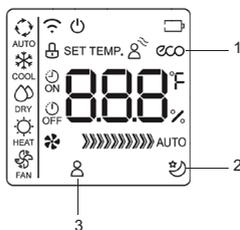

fig. 6 -
- Funcionamiento "ECO"** (part.1 "fig. 6 -") (la pantalla de la unidad de interior lee "E - C - OR" con las letras que aparecen uno tras otro, seguido de una indicación de la temperatura fijada). La función de "ahorro de energía" se activa exclusivamente en un funcionamiento fresco, pulsando el botón "ECO". Si la temperatura del punto de ajuste es inferior a 24 ° C, de activar el modo "ECO" el punto de ajuste de temperatura se cambia automáticamente a 24 ° C y la velocidad del flujo del ventilador a "Auto" para ahorrar energía. Si la temperatura del punto de consigna es mayor que 24 ° C, de activar el modo "ECO" el punto de referencia de temperatura no se cambia y la velocidad del ventilador se desplaza a "Auto". Para salir del modo de funcionamiento "ECO", pulse el botón "ECO", o seleccionar otro modo de funcionamiento, o disminuir el punto de consigna de la temperatura a un valor inferior a 24 ° C.
- Funcionamiento SLEEP** (n.º 2-"fig. 6 -"). Mantenga pulsado el botón "ECO" durante 2 segundos para activar el modo "SLEEP" de la máquina, indicado por el símbolo correspondiente en la pantalla. La temperatura de referencia aumenta (funcionamiento en modo frío «COOL») o disminuye (funcionamiento en modo calor «HEAT») 1 ° C a intervalos preestablecidos hasta un máximo de 2 ° C. La función SLEEP termina automáticamente después de 8 horas y la unidad continúa funcionando mientras se mantiene el último punto de ajuste. La función no está disponible en el modo de funcionamiento "FAN" (ventilación) y "DRY" (deshumidificación)